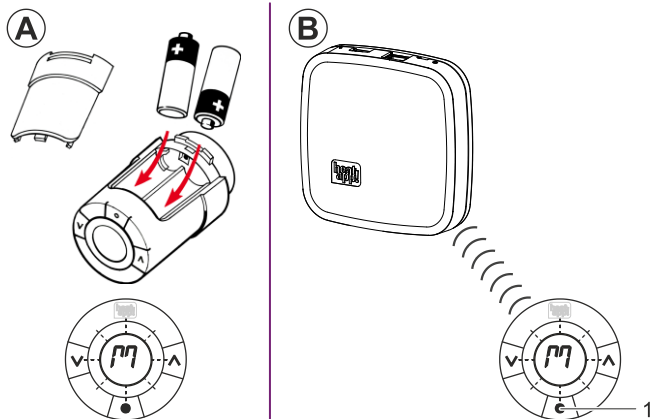

Abb.10: heatapp! drive anmelden (inkludieren)
1. Packen Sie einen **heatapp! drive** aus und legen Sie die AA-Batterien in das Batteriefach ein (Abb.10, **A**). Achten Sie dabei auf die richtige Polarität!
3. Das Display am **heatapp! drive** zeigt ein blinkendes "M". Drücken Sie nun kurz die Lerntaste (Abb.10, **B**, Pos. 1) in der Mitte unterhalb des Displays. Erkennt das **heatapp! gateway** den **heatapp! drive**, werden Sie aufgefordert, diesem Stellantrieb einen Raum zuzuweisen, der bei der Einrichtung der **heatapp! base** angelegt wurde und dem Stellantrieb einen Namen zu vergeben (z.B. „Heizkörper Fensterseite“).
- Drücken Sie die Lerntaste (Abb.10, **B**, Pos. 1) für 3 Sek. bis das Display erlischt und der **heatapp! drive** sich hörbar am Ventil fixiert.